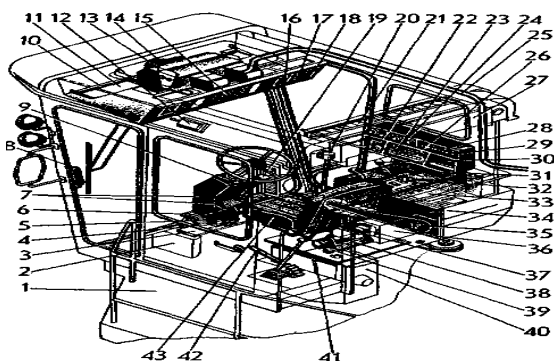

Рис. 5.33. Органы управления комбайном «Дон 1500»:
Органы управления комбайном показаны на рис. 5.33.
Зазор в молотильном устройстве регулируется с помощью рычага 35 и педали 37, расположенных в кабине (см. рис. 5.33).
**Управление тормозами.** В кабине справа от рулевой колонки установлены педали тормозов 7 (см. рис. 5.33). Под стойками педалей находятся главные тормозные гидроцилиндры, которые соединены трубопроводами с подпитывающими бачками и через регулятор давления с исполнительными цилиндрами тормозов. Педали тормозов в нормальном положении должны быть заблокированы. По высоте педали регулируются, ограничительная пластина стойки педали должна находиться на расстоянии 10–15 мм от настила. Для уменьшения радиуса поворота комбайна на дорогах с грунтовым покрытием и на влажных грунтах допускается осуществлять отдельное торможение (только левыми или только правыми тормозами). На дорогах с твердым покрытием запрещается пользоваться раздельным торможением, так как это может вызвать выход из строя дифференциала ведущих колес.
При установке комбайна на стояночный тормоз необходимо потянуть на себя рычаг 42 (см. рис. 5.33) с усилием примерно 200 Н. Чтобы легче снять комбайн со стояночного тормоза, нужно предварительно выжать педали тормозов, нажать кнопку управления и подать рычаг вперед до отказа.
Управление блокировкой коробки диапазонов осуществляется педалью 6 (см. рис. 5.33) на комбайнах с гидростатическим приводом. При нажатии на педаль тормозная жидкость поступает к цилиндру механизма блокировки, перемещая шток блокировки, освобождает фиксаторы и позволяет включить диапазон.
**Управление муфтой сцепления.** На комбайнах, оснащенных механическим приводом, вместо педали блокировки 6 (см. рис. 5.33) установлена педаль муфты сцепления 6. Для уменьшения усилий на педаль используется сервоусилитель, который включает две пружины, снижающие усилие от пружины муфты сцепления.